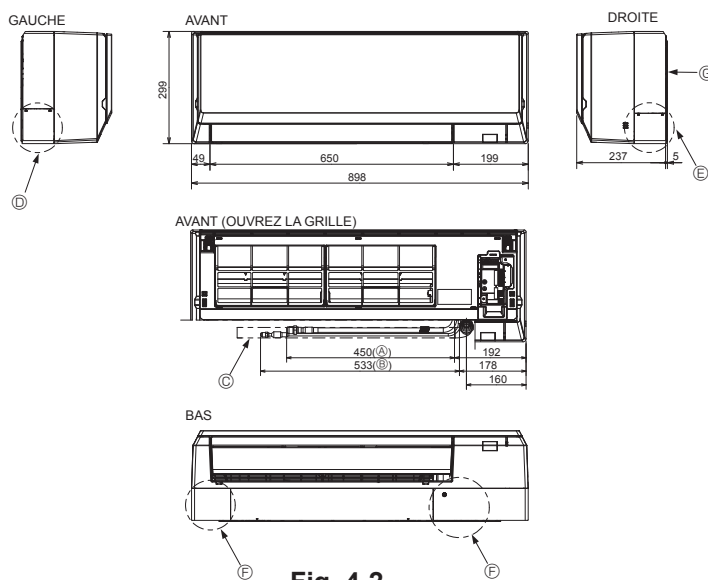

Fig. 4-2
4.2. Mise en place des tuyaux de réfrigérant et d'écoulement (Fig. 4-2)
- (A) Conduit de gaz * Indique la condition les accessoires montés.
- (B) Conduit de liquide
- (C) Tuyau d'écoulement (longueur utile : 500)
- (D) Orifice de la rondelle du tuyau gauche
- (E) Orifice de la rondelle du tuyau droit
- (F) Orifice de la rondelle du tuyau inférieur
- (G) Plaque d'installation ①